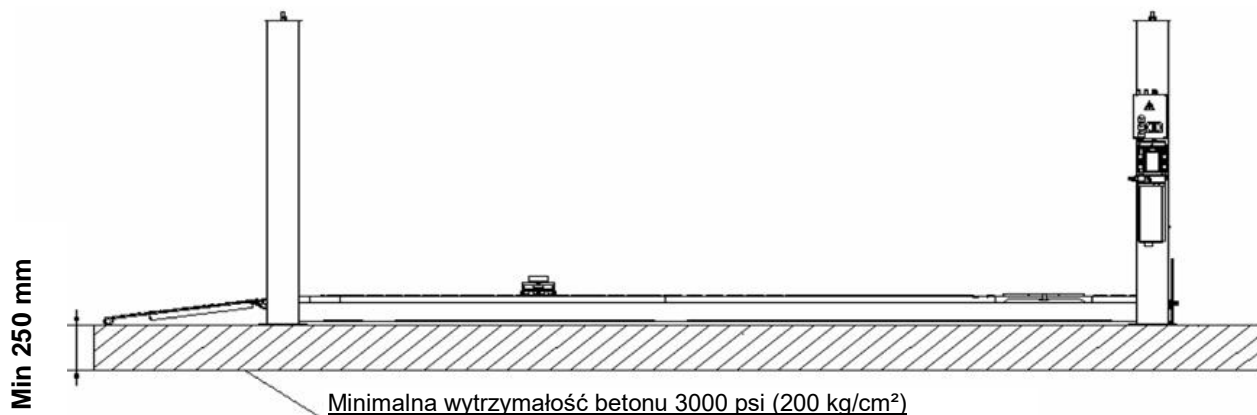

Fig. 3
B. SPECYFIKACJA PODŁOŻA (patrz Fig. 3)